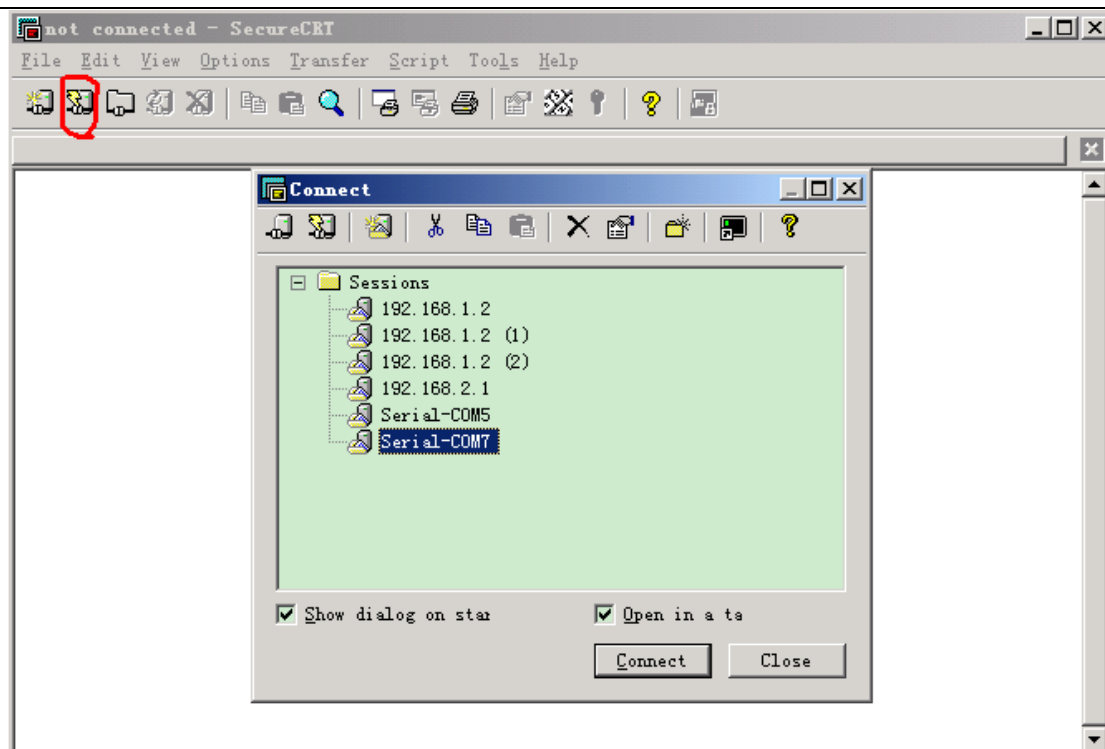
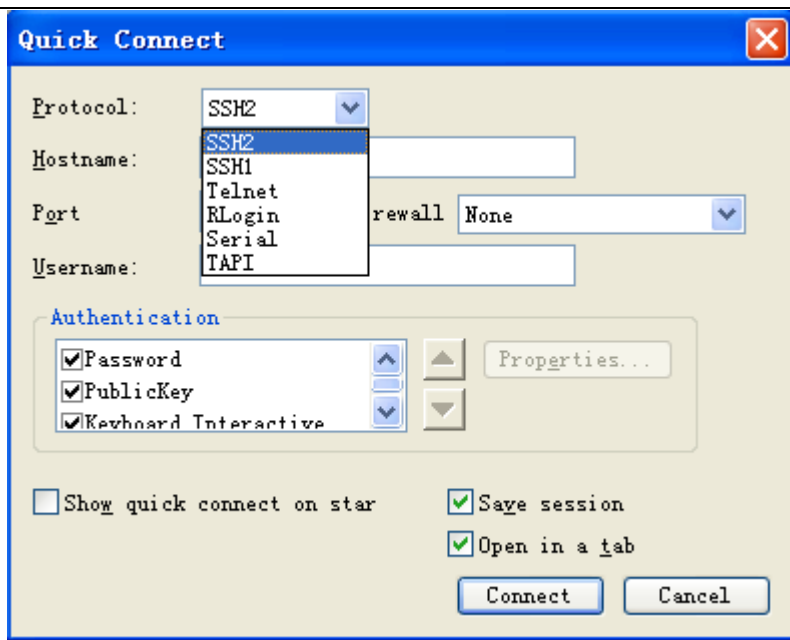
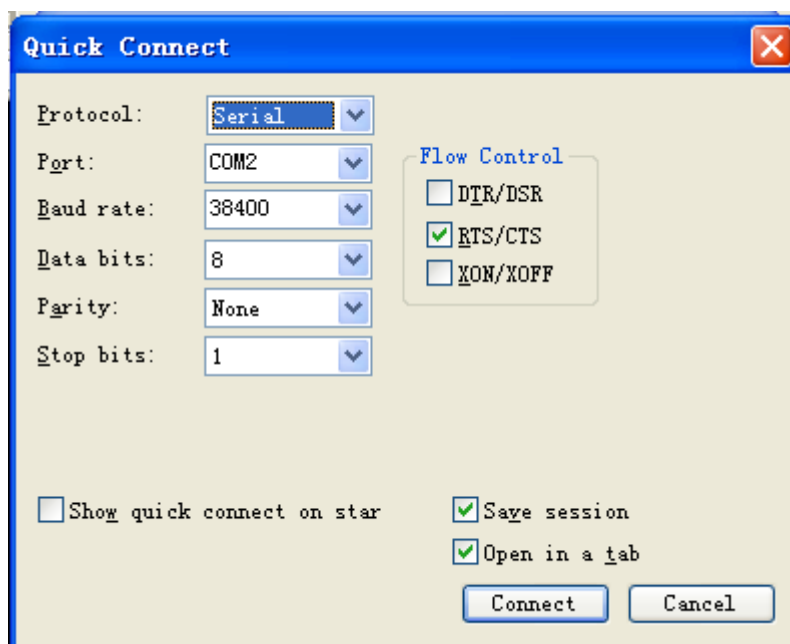

图 3.33
图 3.35
图 3.36
(2) 然后，双击 SecureCRT 图标，打开 SecureCRT，如下图 3.33
如果没有使用过 SecureCRT 烧写过程序, 图 3.33 中的 Serial-COM7 是不存在的, 这时就需要自己新建一个, 点击图 3.33 中用红色圈起来的按钮, 弹出下图 3.35,
点击 SSH2 后面的下箭头，会出现下拉列表如上图 3.35，选择 Serial 单击一下后如下图 3.36
这里配置一次后以后再打开就不用重新配置了，直接在图 3.33 中将焦点选在 Serial COM7（蓝色背景所在条目），然后点击 Connect 就可以了。